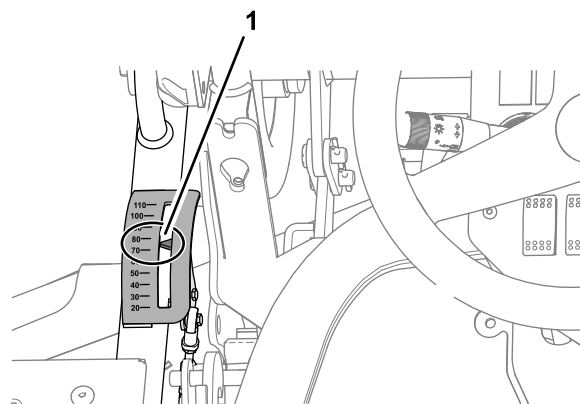
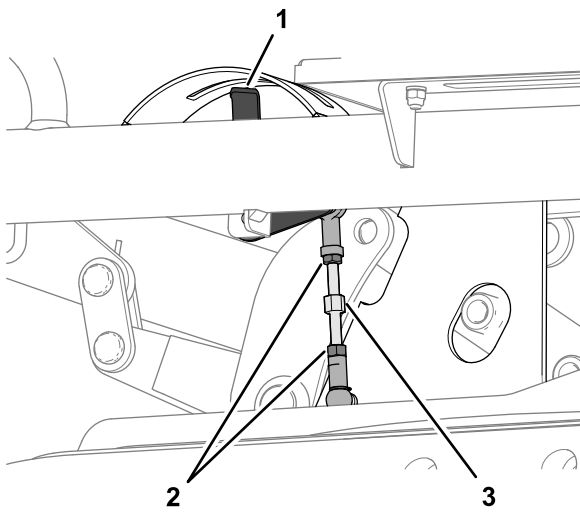

Figura 130
Figura 131
2. Aezai-vă pe scaunul operatorului i privii indicatorul pentru înălțimea de tăiere (Figura 130).
- A. Slăbiți cele 2 contrapiulițe care fixează articulația pentru înălțimea de tăiere (Figura 131).
- B. Rotii articulaia până când indicatorul pentru înălțimea de tăiere este aliniat la marcajul de 75 mm, privind de pe scaunul operatorului (Figura 130 i Figura 131).
- C. Strângeți cele 2 contrapiulițe (Figura 131).